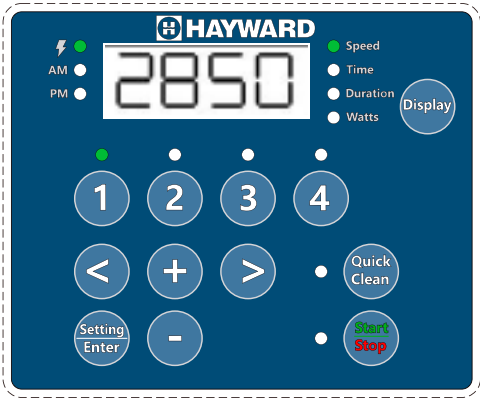

Figura 3
2. Premere “1”. Il LED VELOCITÀ 1 e quello del parametro “Velocità” lampeggiano durante la modifica. **Vedere Figura 3.**